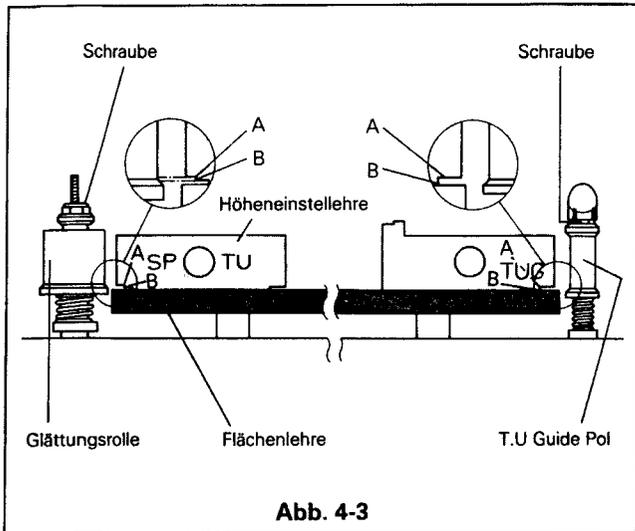

Abb. 4-3
2. Der Ausschnitt zwischen Ⓐ und Ⓑ an der Höheneinstellehre gibt die Höhe der Unterkante der Umlenkrolle an. Siehe Abb. 4-3.
3. Die Unterkante der Impedanzrolle muß mit der Flanke (A) am Meßstein übereinstimmen, nicht mit Flanke (B), siehe Abb. 4-3. Für die Einlaufseite benutzen Sie bitte die Seite "SP" am Meßstein, für die Auslaufseite die Seite "TU" am Meßstein.